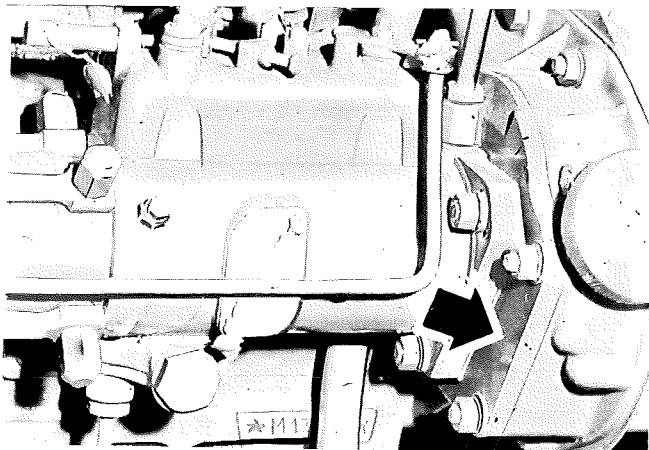

Fig. 38 - Flasque de fixation de la pompe à injection rotative.
- Pour démonter la pompe rotative il est conseillé de dévisser les vis qui la fixent à l'engrenage placé dans le carter de la distribution sans enlever la flasque de fixation indiquée à la fig. 38, ceci afin d'éviter lors du remontage un nouveau calage de la pompe.